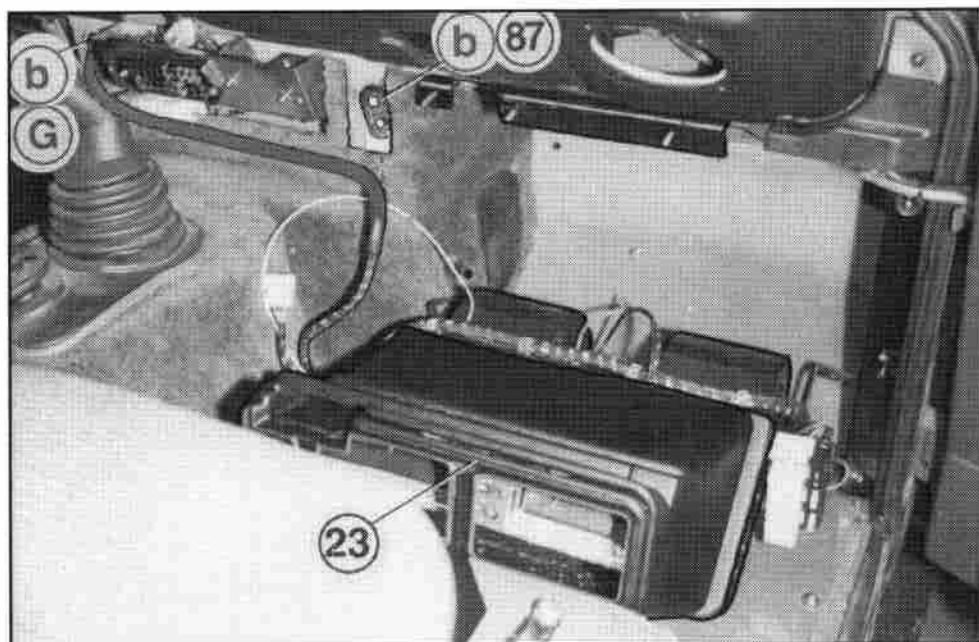

FIG. 37.1
- I** Smontare la staffa di supporto gruppo relais-fusibili originale. Collegare il cavo «BIANCO» originale «b1» (positivo sottochiave) al cavo «BIANCO» del cablaggio evaporatore (vedi fig. 37.1) utilizzando giunzione RAYCHEM fornita «g» (riferimento alla pos. 5 dello schema elettrico). Rimontare la staffa di supporto del gruppo in posizione originale.
- F** Démonter l'étrier de support groupe relais-fusibles original. Connecter le câble «BLANC» original «b1» (positif de l'ignition) au câble «BLANC» du câblage évaporateur (voir la fig. 37.1) à l'aide du connecteur RAYCHEM fourni «g» (pos. 5 du schéma électrique). Remonter l'étrier de support du groupe dans la position originale.
- GB** Remove the original relay-fuses assy support bracket. Connect the original «WHITE» cable «b1» (ignition positive) to the evaporator wiring «WHITE» cable (see fig. 37.1) by means of the supplied RAYCHEM connector «g» (pos. 5 of the wiring diagram). Reassemble the assy support bracket in the original position.
- D** Den Haltebügel der Original-Relais- und Schmelzsicherungsgruppe ausbauen. Das «WEISSE» Originalkabel «b1» (positiv Zündschlüssel) an das «WEISSE» Kabel der Verdampferverkabelung (siehe Abbildung 37.1) verbinden, dabei die gelieferte RAYCHEM-Verbindung «g» benutzen (bezüglich Position 5 des Elektroschemas). Den Haltebügel der Gruppe in die Originalposition wieder einbauen.